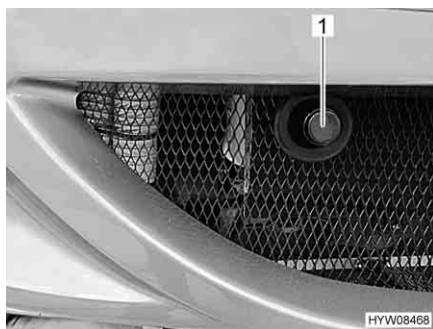

Fig. 46 Copertura (alloggiamento dell'occhione di traino)
- Rimuovere la copertura (Fig. 46,1).